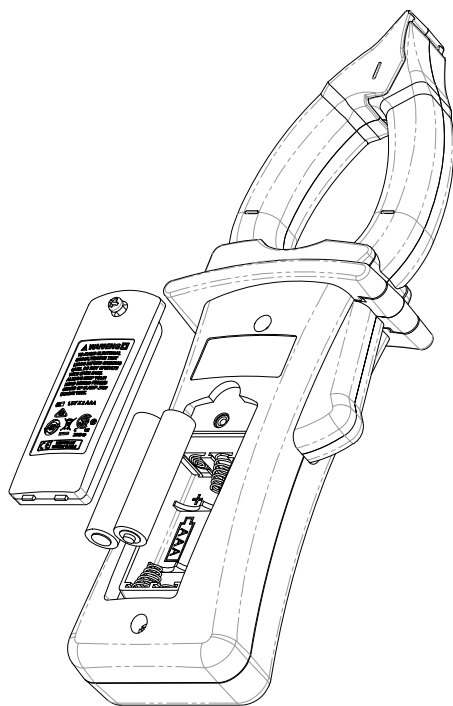

Abbildung 1-1 Einlegen der Batterien
- 1 Öffnen der Batterieabdeckung.** Lösen Sie die Schrauben mit einem Kreuzschlitzschraubendreher und entfernen Sie anschließend die Batterieabdeckung wie in **Abbildung 1-1** gezeigt.